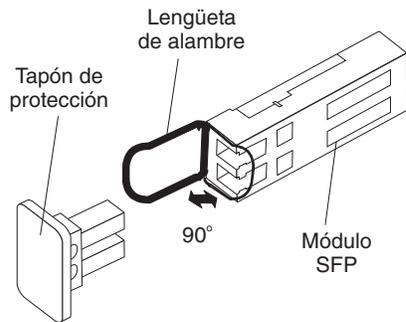

Figura 20. Desbloqueo de un módulo SFP (lengüeta de alambre)
- a. Desbloquee el módulo SFP estirando de la lengüeta de alambre hacia abajo con un ángulo de 90° (vea la Figura 20).